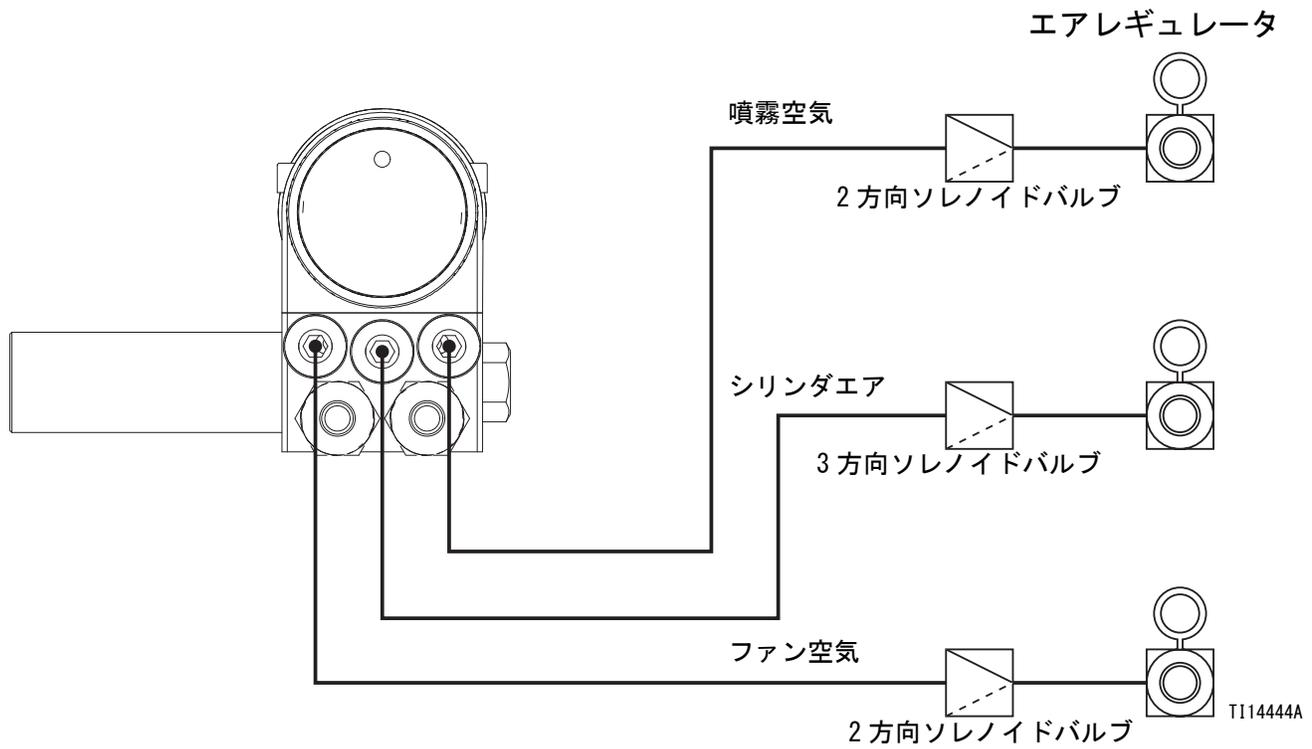
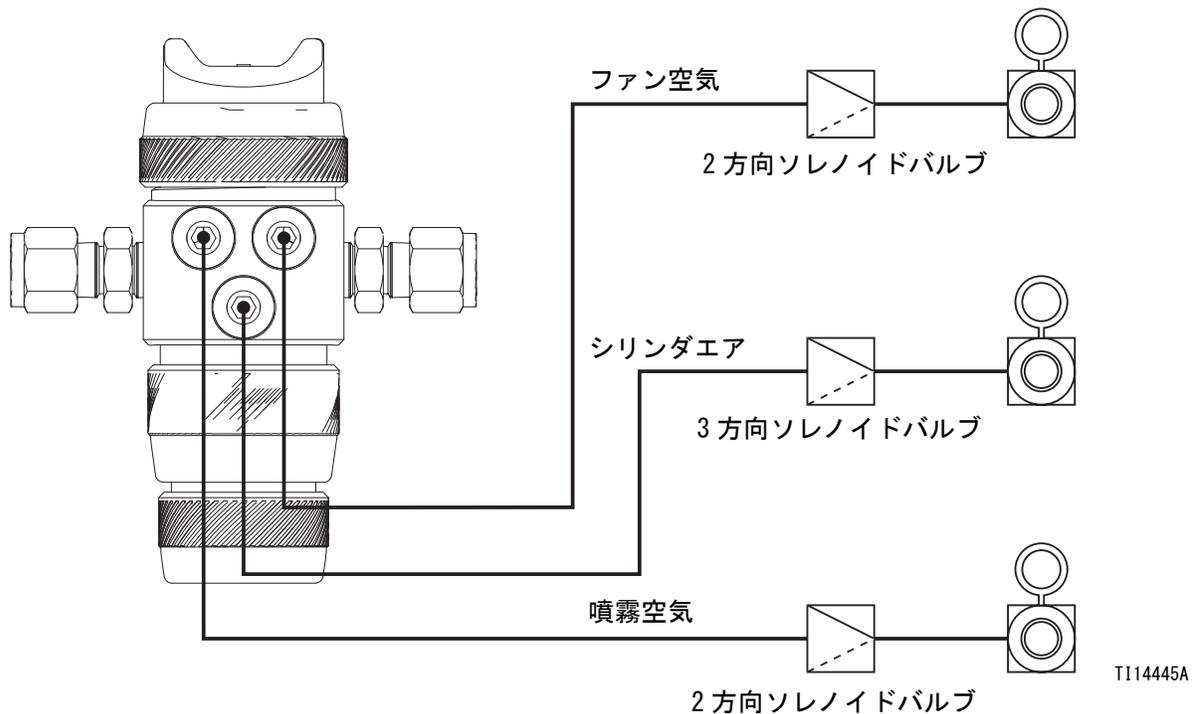

図 6: ソレノイドを使用した遠隔エアレギュレータ (マニホールド付きガン)
図 7: ソレノイドを使用した遠隔エアレギュレータ (マニホールド不付きガン)
- ガンへのエア圧力を管理するために、CYL、FAN、およびATOMのエアのエララインに別々の圧カレギュレータ (F) を取り付ける必要があります。図6と図7を参照して下さい。
- 各ガンエア供給ライン、ガンエアレギュレータの下流部分に、流れるタイプのアシャットオフバルブ (E) を取り付けてガンに入るエアを遮断します。
- ガンシリンダー、ファンおよび噴霧空気は別々に供給し、調整する必要があります。空気を遠隔に調整するには、ソレノイズ (図6 および 図7 を参照のこと) を使用します。